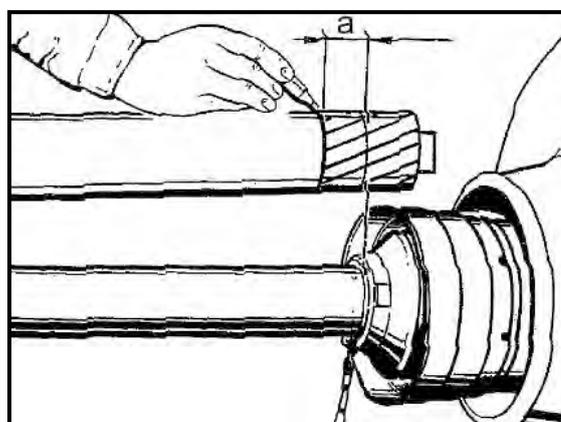

Fig. 43 Marcar la medida
- Desde el borde del tubo de protección interior, marque la medida de 25 mm sobre el tubo de protección interior (Fig. 43)